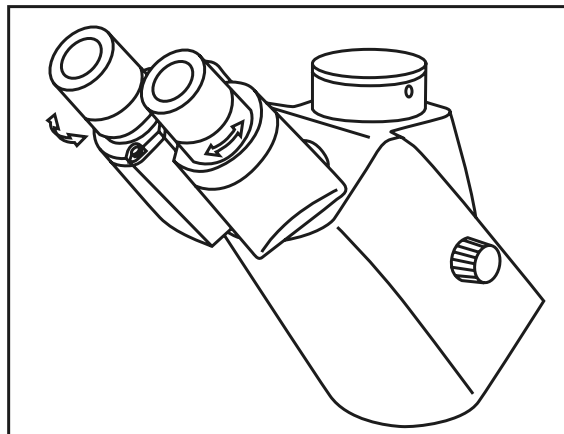

Figura 14.
2. Ajuste de dioptrías (Figura 14).